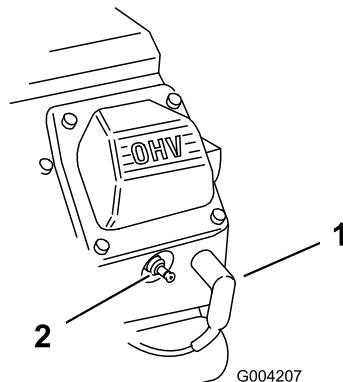

図 153
2. 点火プラグのコードが抜けているのを確認する図 153。